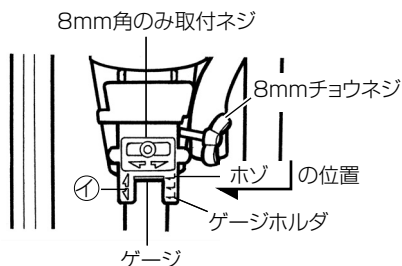

図 36
- (1) ホゾ穴・ヌキ穴加工では、8 mm 角のみ取付ネジを正面に向け、ゲージを矢印①方向いっぱい押し上げゲージホルダのホゾのところにあわせませう。(図 36)
8 mm チョウネジは強く締付け、角のみをしっかり固定します。(図 36)